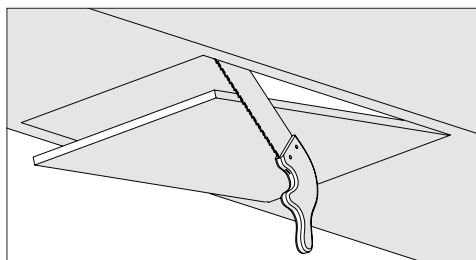

Figura 2
- Corte a parte inferior do armário onde será instalado o exaustor, com as dimensões especificadas no desenho técnico (Figura 2).